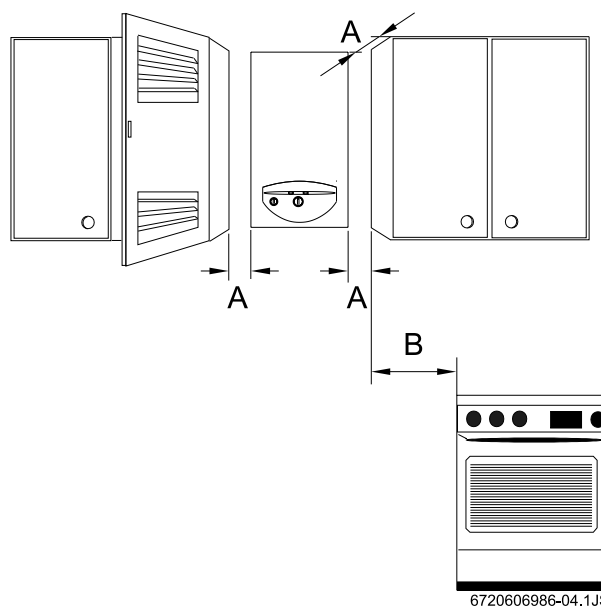

Fig. 9 Min. avstånd
- ▶ Beakta min. installationsmått i Fig. 9.
- ▶ Se till att det finns tillräckligt med plats för underhållsarbete. Beakta min. avstånden i Fig. 9.